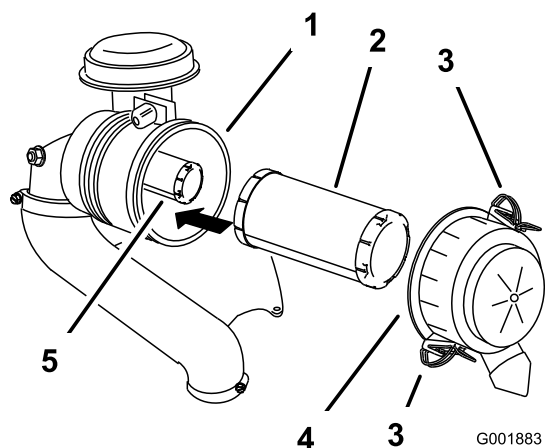

Figura 44
3. Rilasciate i dispositivi di fermo del filtro dell'aria e togliete il coperchio dal corpo del filtro (Figura 44).
5. Estraete con cautela il filtro primario dal corpo del filtro dell'aria (Figura 44).
2. Se sostituite il filtro interno, inseritelo con cautela nel corpo del filtro (Figura 44).
3. Montate con cautela il filtro primario sul filtro di sicurezza (Figura 44).
4. Montate il coperchio del filtro dell'aria e chiudete i fermi (Figura 44).